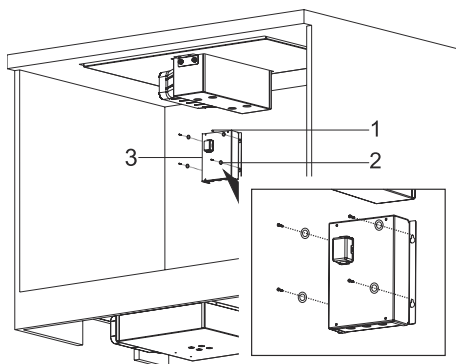

Fig. 13
**6.** Montera styrboxen inuti skåpet och använd 4 x M4 & 4 x 3,9x22 brickor och skruvar till den (Fig. 13).